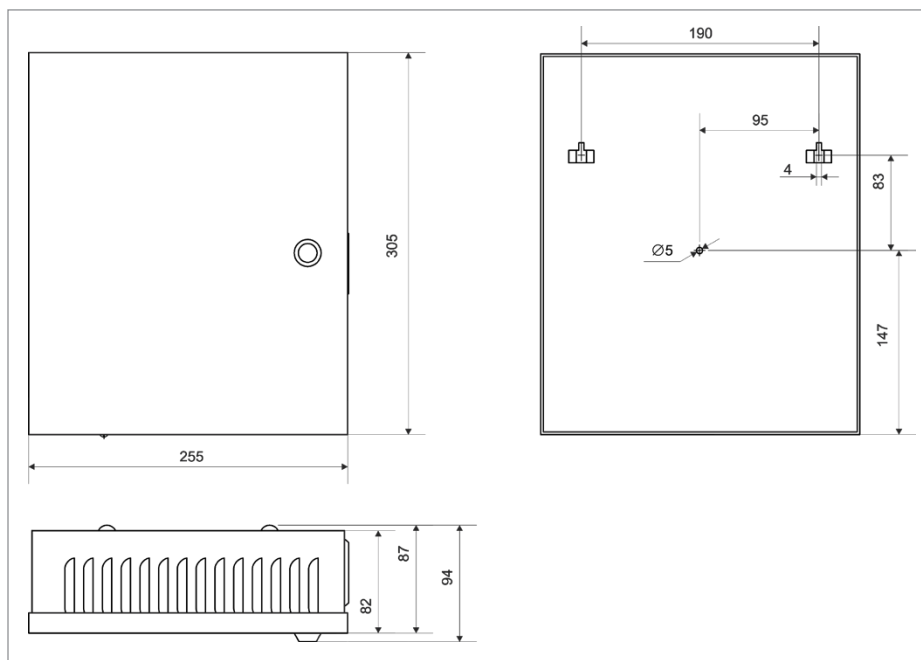

Рисунок 31. Габаритные размеры блоков «С2000-АСПТ», «Поток-3Н», «Рупор»
1. Наметьте на стене места для трех установочных отверстий в соответствии с габаритным чертежом (Рисунок 31).